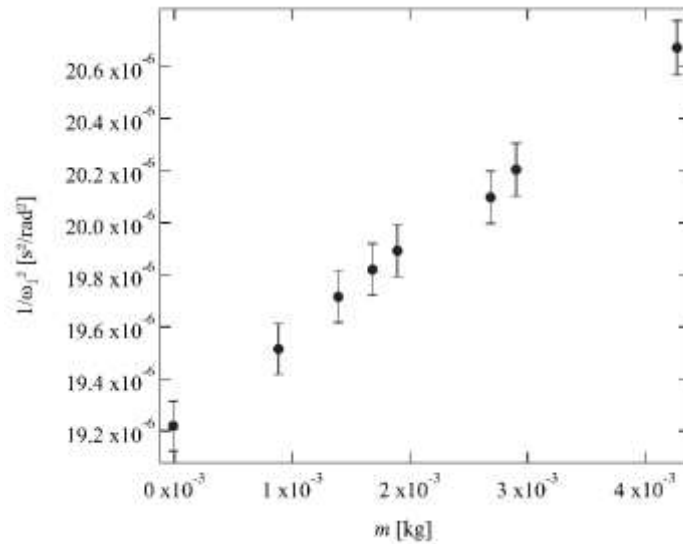

Figure 2: $1/\omega_1^2$ en fonction de la masse m ajoutée à la masse M .
- Pour déterminer la valeur de la raideur k , une technique consiste à rajouter des masselottes de masse m à la masse M . On observe que la pulsation propre du système $M + m$ est désormais ω_1 . Exprimer ω_1 en fonction de k , M et m . Sur la figure 2, on représente les valeurs de $1/\omega_1^2$ en fonction de m . Estimer un ordre de grandeur de la valeur de la raideur k et de la valeur de la masse M correspondant à ces mesures.